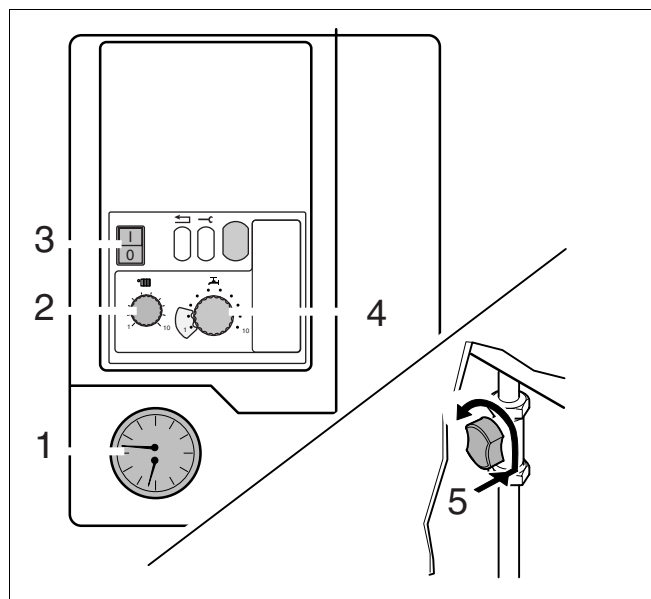

Fig. 1 Pupitru de comandă, indicator de presiune, robinet de gaz
- Se verifică presiunea apei (fig. 1, poz. 1).
- Temperatura turului se reglează la regulator (fig. 1, poz. 2) cu ajutorul tab. 1.
- Temperatura apei calde se reglează la regulator (fig. 1, poz. 4) cu ajutorul tab. 2.
- Se deschide robinetul de gaz: se apasă și se trage spre stânga în poziție verticală (fig. 1, poz. 5).
- Întrerupătorul de rețea (fig. 1, poz. 3) se trece în poziția "I". Aparatul începe cu programul de pornire, iar după cca. 30 s se aprinde arzătorul.